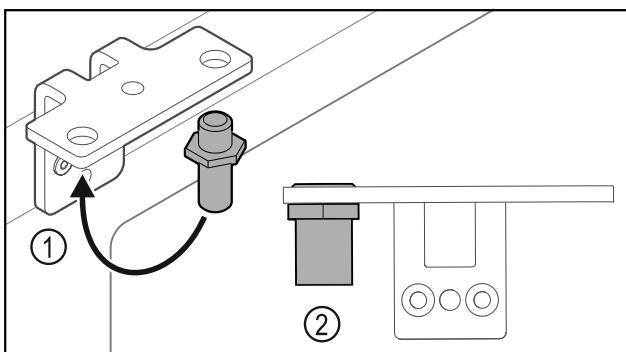

Fig. 24
- ▶ Переставьте палец Fig. 24 (1) в шарнирном уголке.
- ▶ Затяните палец Fig. 24 (2) с **моментом 12 Нм**.